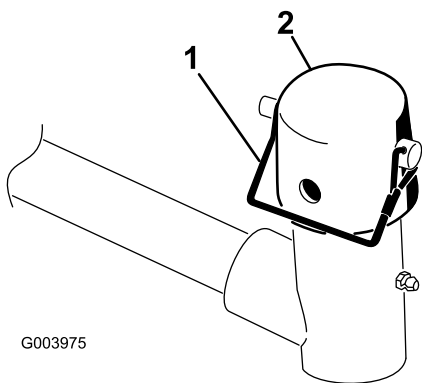

**Figura 9**
**Importante:** Nas unidades de corte n.º 4 (frontal esquerda) e n.º 5 (frontal direita) (**Figura 7**), utilize as porcas de montagem do suporte da barra para instalar os guias de tubos na frente dos separadores da unidade de corte (**Figura 8**). Os guias de tubos devem inclinar para a unidade de corte central (**Figura 8** e **Figura 9**).